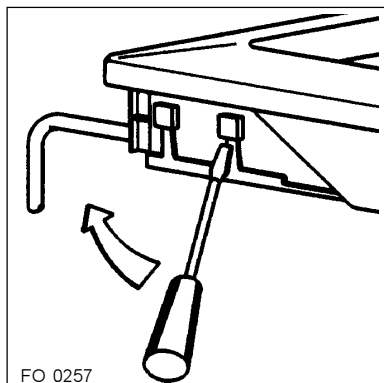

Fig. 3 FO 0257
- insérez l'extrémité d'un tournevis dans les saillies situées sur la côté de l'appareil (fig.3);